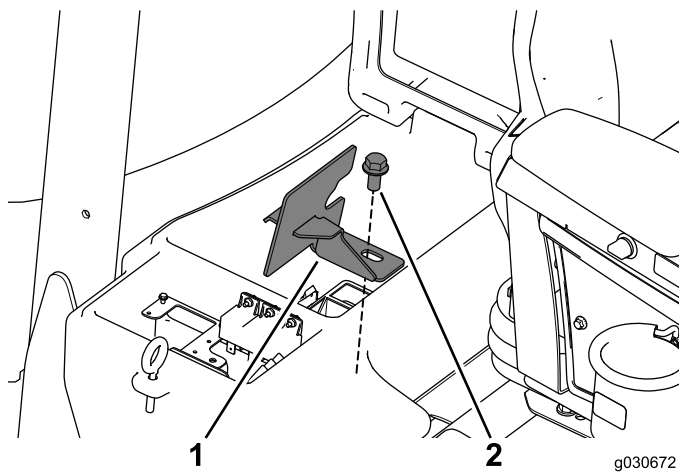

Bild 4
5. Entfernen Sie die Schraube, mit denen die Klemme des Batteriefachs befestigt ist, und legen Sie die Schraube und Klemme zur Seite (**Bild 4**).